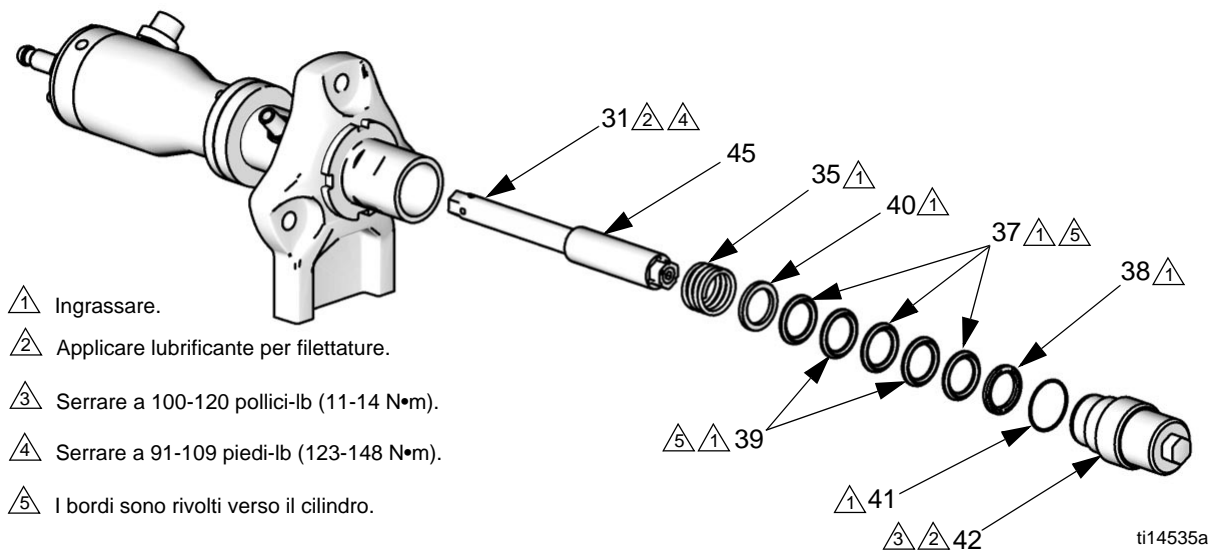

FIG. 14. Premiguarnizioni a V del pistone
5. Tirare il gruppo pistone/biella separandolo dalla parte inferiore del cilindro (27).
6. **Modelli di guarnizione a V:** Rimuovere i premiguarnizioni del pistone (37, 39), i premistoppa (38, 40) e la molla (35). Fare riferimento a FIG. 14, pagina 16.